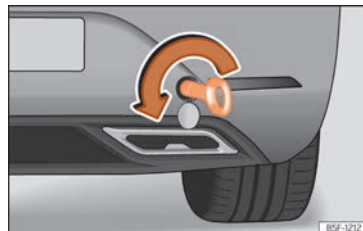

Fig. 49 Du côté droit du pare-chocs arrière : œillet de remorquage vissé
- Vissez l'œillet de remorquage dans le logement en le faisant tourner au maximum **dans le sens inverse des aiguilles d'une montre** »» fig. 49 »» ❶. Utilisez un objet approprié pour visser fermement et entièrement l'œillet de remorquage dans son logement.